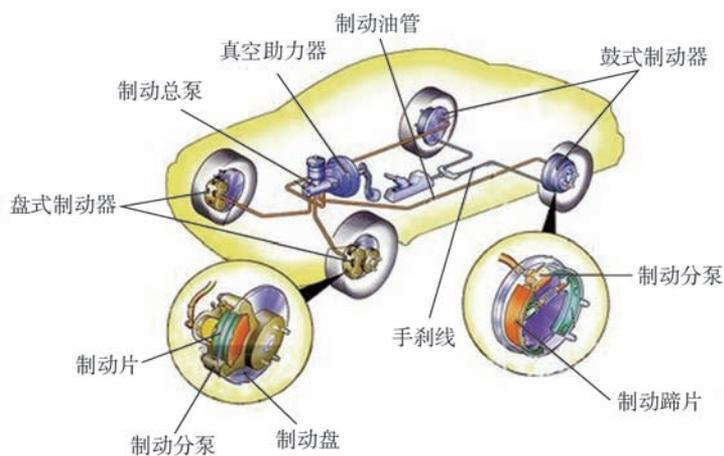

图 1-5 制动系统
(1) 制动系统的功用。制动系统的功用是使行驶中的汽车减低速度或停止行驶，或使已停止行驶的汽车保持不动。
(2) 制动系统的组成。制动系统一般包括行车制动系统和驻车制动系统两套相对独立的制动系统。行车制动系统主要由供能装置、控制装置、传动装置和制动器四个部分组成，如图 1-5 所示。现代汽车制动系统中还装配有制动防抱死系统 (Antilock Braking System, ABS)。